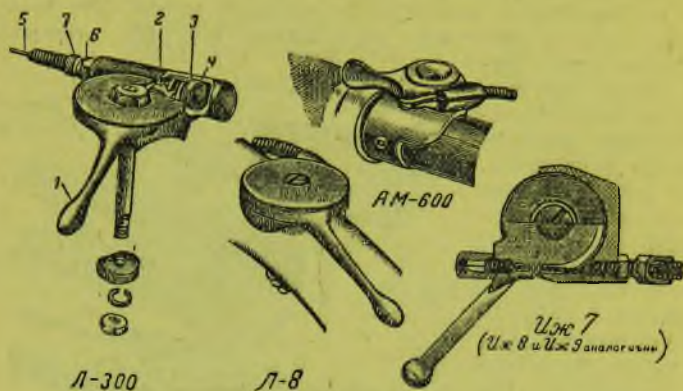

Рис. 201. Манетки управления качеством смеси •
Манетка мотоцикла Л-300 (рис. 201) имеет на утолщенной части рычажка (1) зубцы (2), которые, входя в зацепление с зубьями (3)